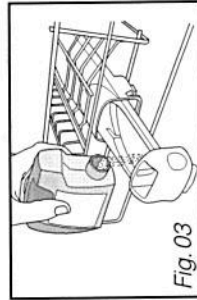

Fig.03
• Detergentes em pó ou líquidos (Fig 03)